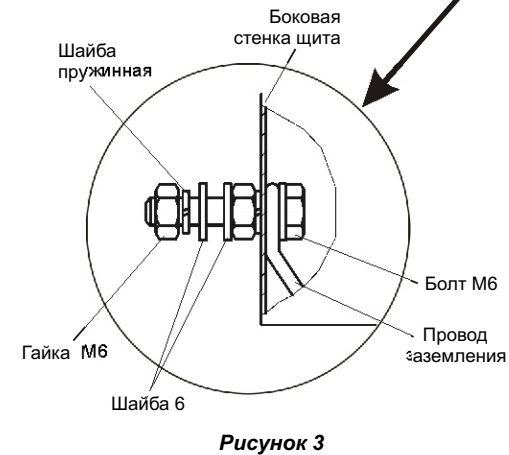

Рисунок 3
8. Присоединить провод заземления (желто-зеленого цвета) к левой боковой стенке корпуса щита при помощи болта заземления М6 (см. Рисунок 3) и заземлить станцию.